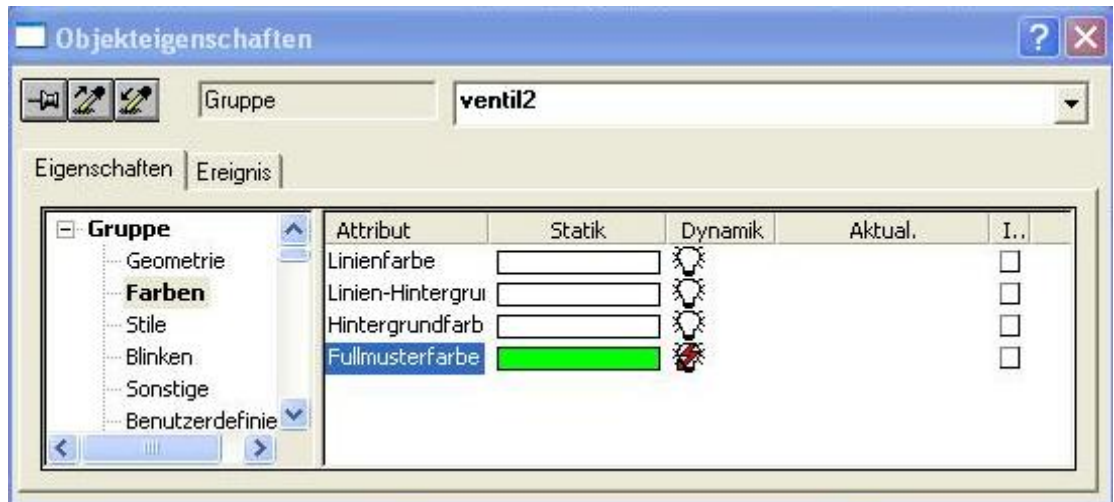

Рисунок 3.14 – Змінні.
- 2) Натисніть на кнопку «Variable» (рис. 3.14)